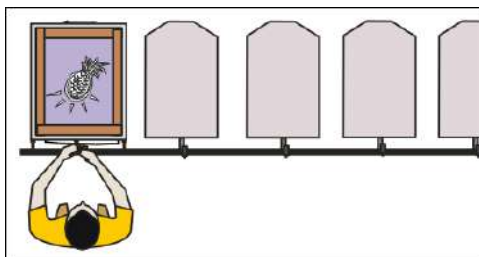

Imagen 328\_06
**6-** Calzar la matriz sobre el diseño y ajustar los tornillos para que hagan contacto con el riel y tope manteniendo el calce del diseño, una vez calzado se retira la película (Imagen 328\_06)